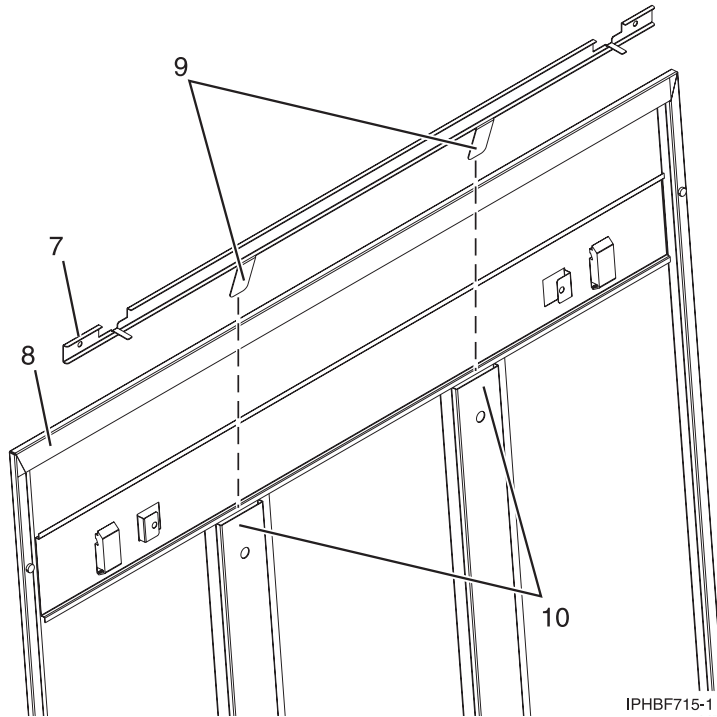

Figure 29. Installation d'une glissière de sécurité
- b. Placez la partie plate de la glissière 7 face à la partie intérieure du panneau 8 (voir figure 29) et insérez les deux taquets 9 de la glissière dans les deux canaux de support verticaux 10 situés sur le panneau latéral.